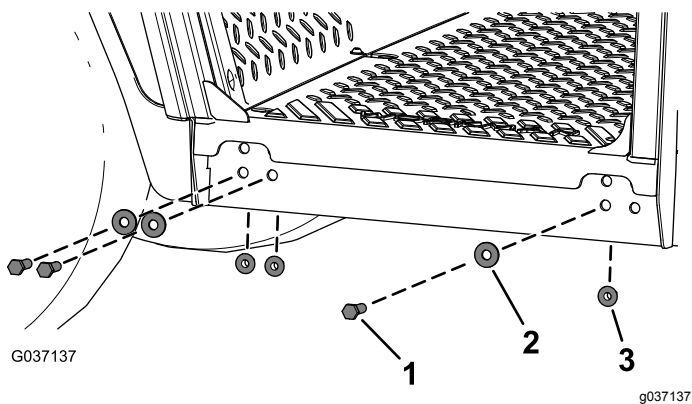

Figur 11
- Løft førerhusrammen ved hjelp av løftepunktene, og plasser den på maskinen (Figur 11).